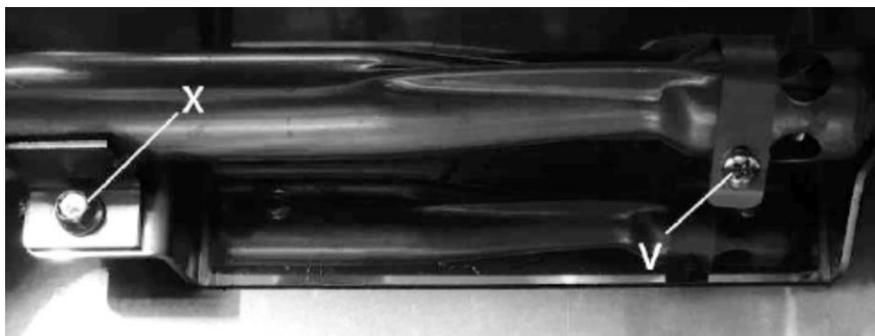

Fig. 4
3. Desserrer la vis X (fig. 4).